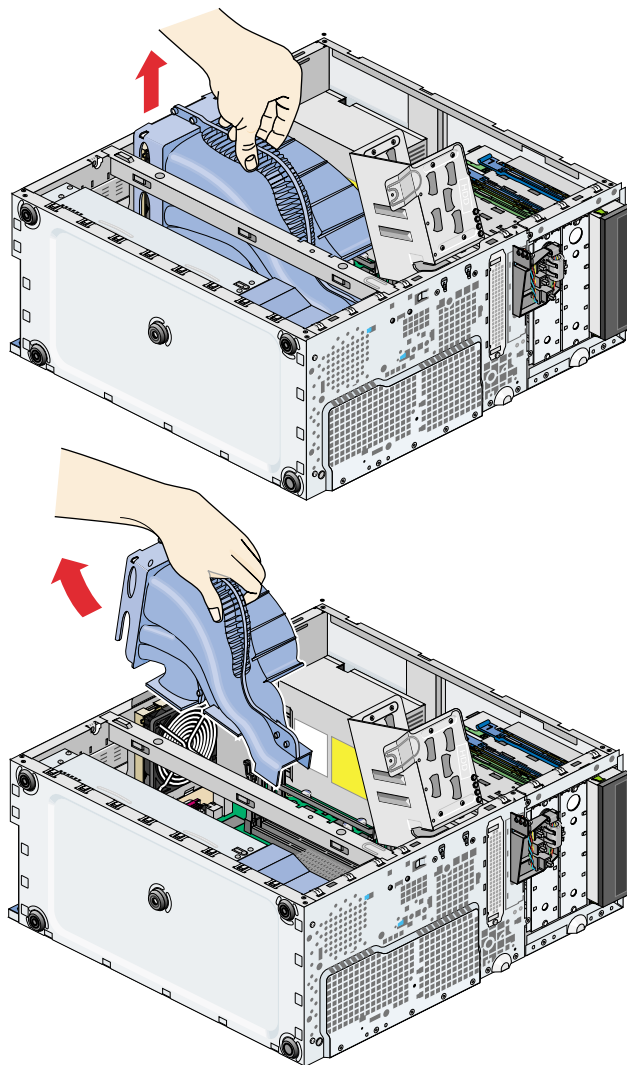

図 4-33 エア・ダクトの取外し
3. エア・ダクトのハンドルを持ち、ダクトの後部の端を上に向けて傾けます。続いて、ダクトを筐体の外にスライドさせます。図 4-33 を参照してください。